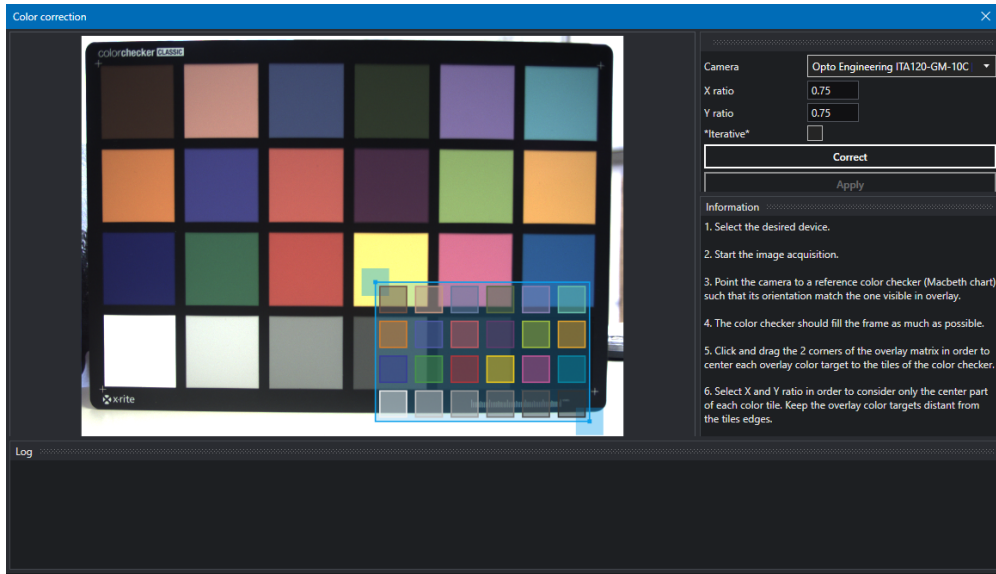

Figure 30: 色彩校正向导窗口。
3. 打开色彩校正向导 (*Wizard > Color correction*) (图 30)。